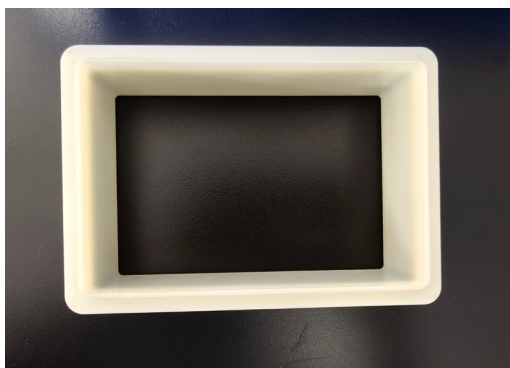
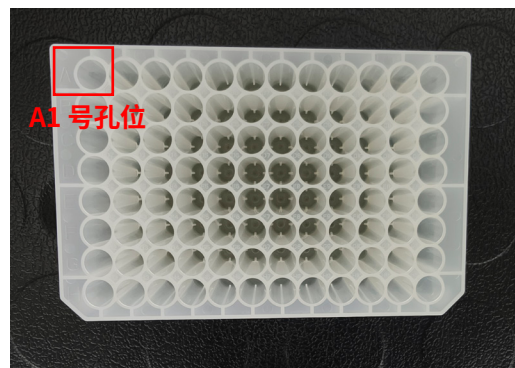

图 3-14 深孔板区的固定框
图 3-15 深孔板
- 2) 深孔板放置：每次实验前，先打开深孔板的盖板，将深孔板区的固定框（见参考图 3-14）取下，然后放置一个全新干净的深孔板（见图 3-15），按照 A1 号孔位为最左上方的方向放置，再依次放置固定框，盖上深孔板的盖板；